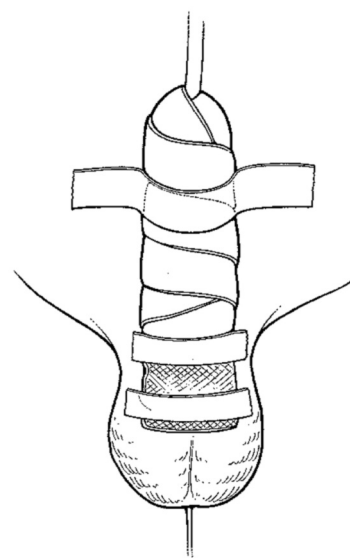

Figura 4-23. Fissaggio del pene all'addome
4. Fissare il pene all'addome (**Figura 4-23**).